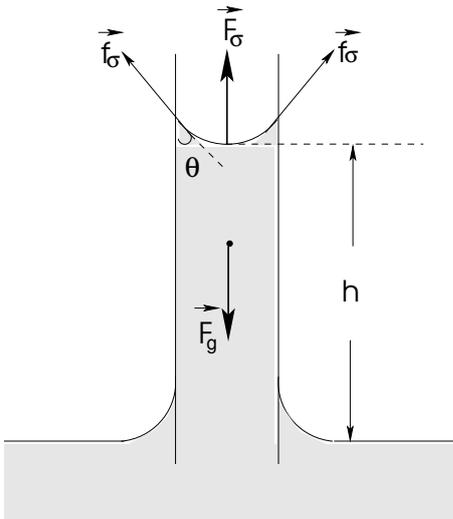

Fig. 8 – Ascension de l'eau dans un tube capillaire. Liquide mouillant.
1. L'eau (voir figure 8),
- de l'eau (voir figure 8) et